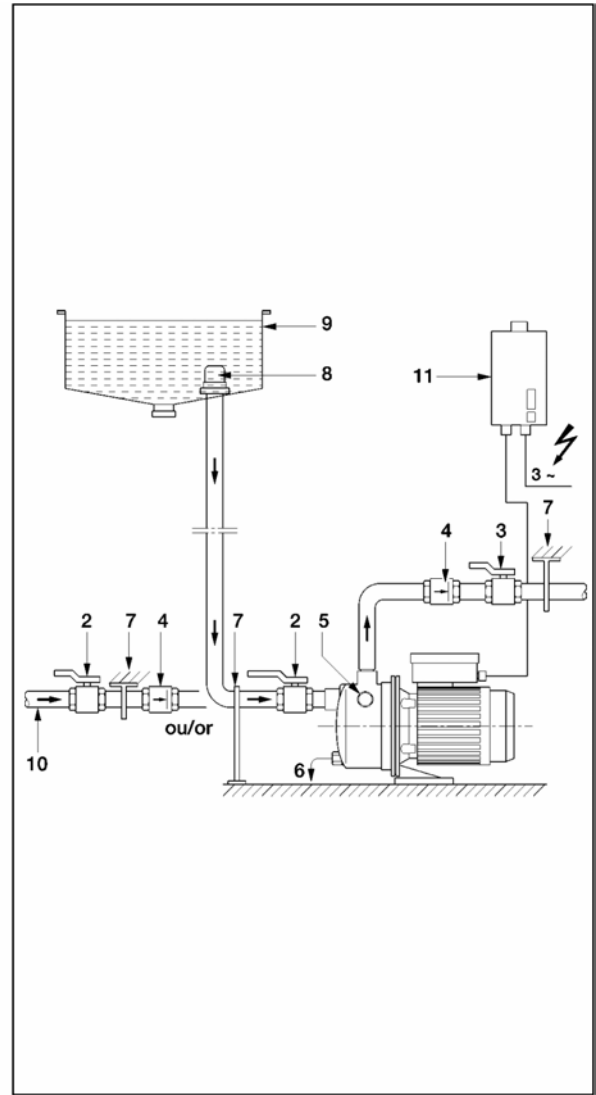

Рис.2
- Рисунок 2: Насос работает под давлением накопительного бака или подключен к системе центрального водоснабжения с защитой от «сухого хода».